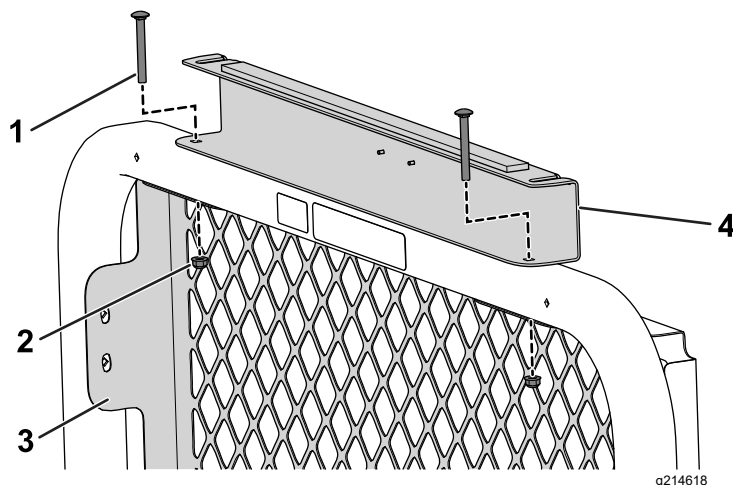

Figura 33
5. Utilizai 2 uruburi de fixare (5/16 x 2 3/4") și două piulițe cu guler (5/16") pentru a fixa suportul apărătoarei posterioare și ecranul din spate al barei antiruliu (Figura 33).